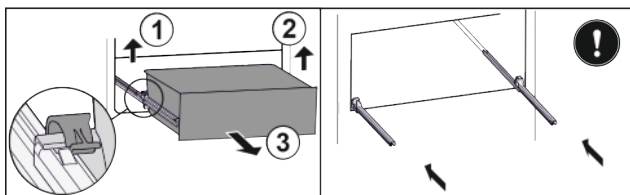

Fig. 25*
- ▶ Schubfach links entkoppeln Fig. 25 (1).*
- ▶ Rechts entkoppeln Fig. 25 (2).*
- ▶ Nach vorne entnehmen Fig. 25 (3).*